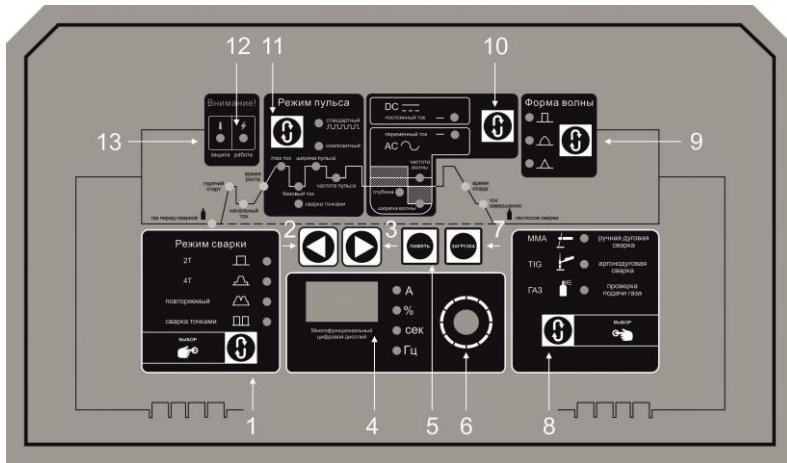

Рис.3. Панель управления
1. Нажмите кнопку «ЗАГРУЗКА» (Рис.3, п.7) для выбора номера программы. Для перехода к следующей или другой программе нажмите на кнопку «ЗАГРУЗКА» повторно.
1. Выберите номер программы для выбранного параметра при помощи кнопки «ЗАГРУЗКА» (Рис.3, п.7).
2. Установите значения параметров при помощи ручки выставления параметров (Кодера) (Рис.3, п.6). Переход к выбранному параметру осуществляется при помощи кнопок выбора параметров (Рис.3, п.2,3).
3. Сохраните выбранный номер программы для выбранного и установленного параметра в памяти, нажав кнопку «ПАМЯТЬ» (Рис.3, п.5). Дисплей замигает, указывая на сохранение номера программы в памяти сварочного аппарата (Рис.3, п.4).
С помощью переключателя режимов выберите режим TIG (Рис.3, п.8).
Откройте вентиль на газовом баллоне. Для подачи газа нажмите кнопку на горелке и установите расход защитного газа с помощью редуктора. Проверьте подачу газа нажатием кнопки проверки газа (Рис.3, п.8). Установите значение тока в соответствии с толщиной заготовки и видом материала (смотрите таблицы 5-9 в разделе «В помощь сварщику»).